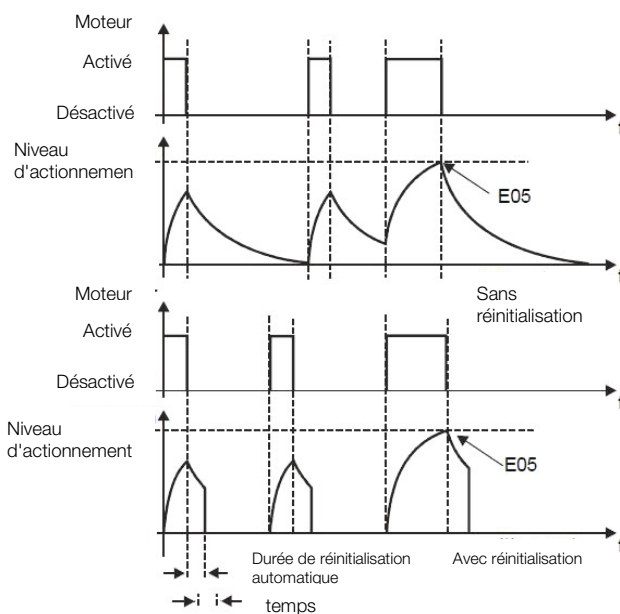

Figure 15.11 : Réinitialisation de la mémoire thermique du moteur
- P0847 définit une durée pour la réinitialisation de l'image thermique du moteur. Il peut servir à réinitialiser l'image thermique après une période avec le moteur hors tension, comme illustré sur la Figure 15.11.